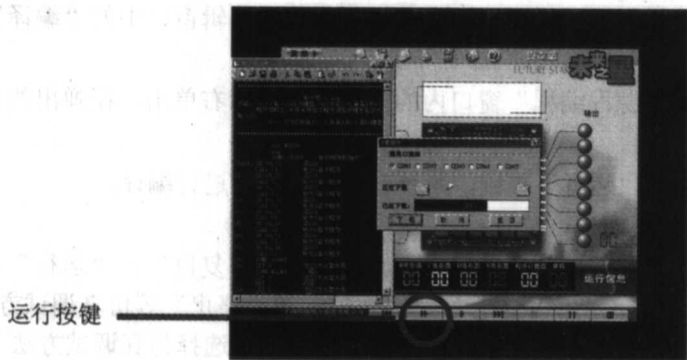

图 1-10
3. 单击“下载”按钮,出现“下载程序”对话框,如图 1-10 所示。按计算机的配置进行通信口选择(如 COM1),继续单击“下载程序”窗口中的“下载”按钮,待“已经下载”指示到达 100%时,程序下载完毕。